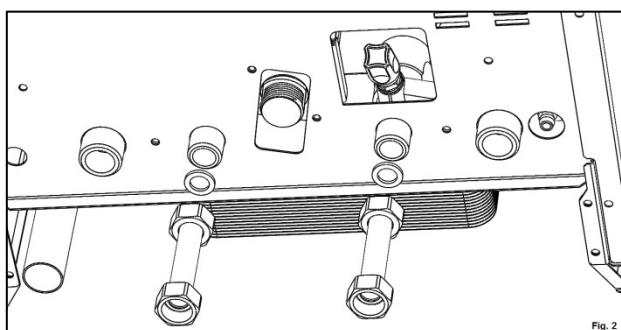

Fig. 2
2. Se montează tevile A pe raccordurile G1/2 ale unității, împreună cu 2 garnituri B, prin strângerea piulițelor până la asigurarea unei etansări corespunzătoare (30Nm). (Fig. 2)